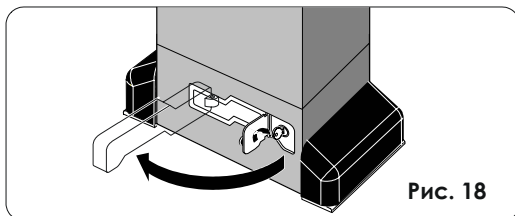

Рис. 18
2. Поверните ключ по часовой стрелке и потяните рычаг на себя (рис. 18)